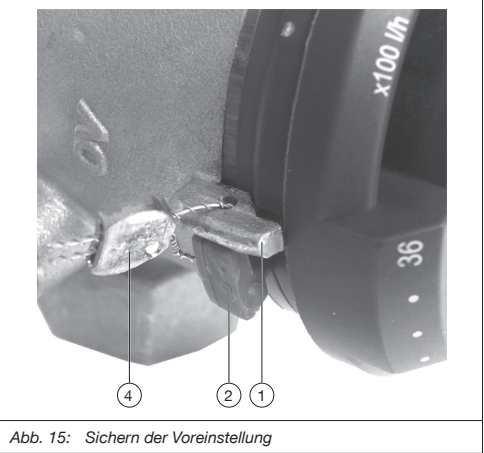

Abb. 15: Sichern der Voreinstellung
| <div><div><div></div><div></div></div><div>i</div></div> | Optional kann der Blockierring (2) mit dem Plombiersatz (4) (Zubehör, Art.-Nr. 1089091) an der Sollwert-Markierung (1) plombiert werden (siehe Abb. 15). |